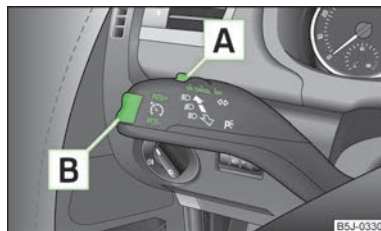

Fig. 87
- Apăsați comutatorul **A** » fig. 87 în poziția **ON**.
- Apăsați butonul basculant **B** » fig. 87 la pagina 87 în poziția **RES**.
- Viteza memorată se poate **reduce** prin apăsarea butonului basculant **[B]** » fig. 87 la pagina 87 în poziția **SET**.
Sistemul de control automat al vitezei de deplasare se **dezactivează temporar** prin apăsarea comutatorului **[A]** » fig. 87 la pagina 87 în poziția **CANCEL**, respectiv dacă se apasă și pedala de frână sau de ambreiaj.
- Apăsați comutatorul **[A]** » fig. 87 la pagina 87 spre dreapta, în poziția **OFF**.